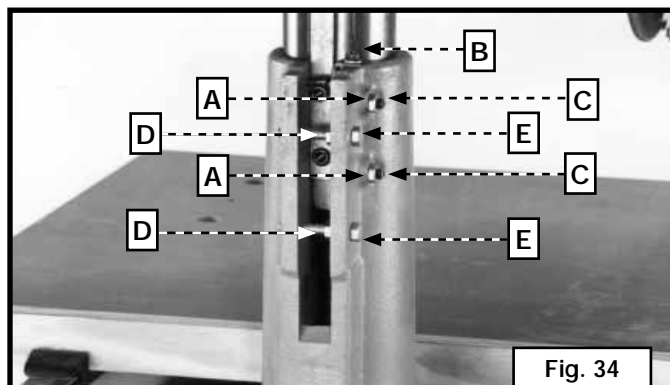

Fig. 34
1. Afloje las tuercas hexagonales (A) Fig. 34 y los tornillos de ajuste de la contrachaveta (B) y (C).
2. Ajuste la base de la columna aflojando las tuercas hexagonales (D) Fig. 34. Ajuste o afloje los pernos (E) hasta que la base de la columna envuelva la columna con firmeza y ésta se pueda subir o bajar sin trabarse. Ajuste las tuercas de seguridad (D).
3. Tras el ajuste, asegure los tornillos (C) Fig. 34 contra la contrachaveta de la columna hasta que desaparezca todo movimiento lateral en el sobrebrazo.
4. Ajuste las tuercas hexagonales (A) y el tornillo (B) Fig. 34.